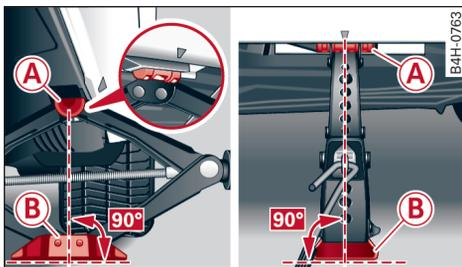

图 287 边梁：装上汽车千斤顶
- ▶ 将汽车千斤顶\*放置在下边梁上的支撑点下并转动摇把将其升高，直到卡槽 **A** ⇨ 图 287 处在规定的塑料定位座下方。